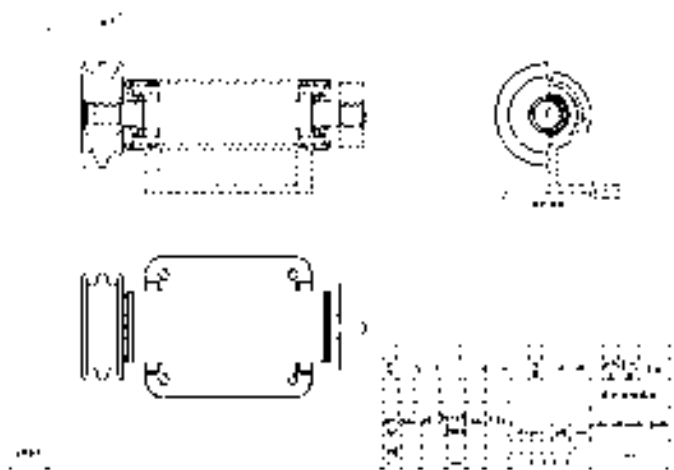

图 8.7.2 报表文件
Step2. 在工具栏中选择 **文件** 命令，打开图 8.7.2 所示的报表文件 asm_milling_base.rep。